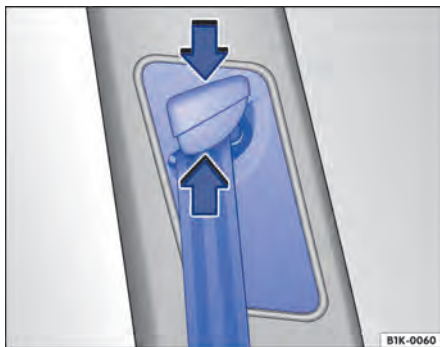

Fig. 70 Ao lado dos bancos dianteiros: regulagem de altura do cinto de segurança.
- Pressionar o dispositivo regulador no sentido da seta e mantê-lo pressionado \Rightarrow Fig. 70.